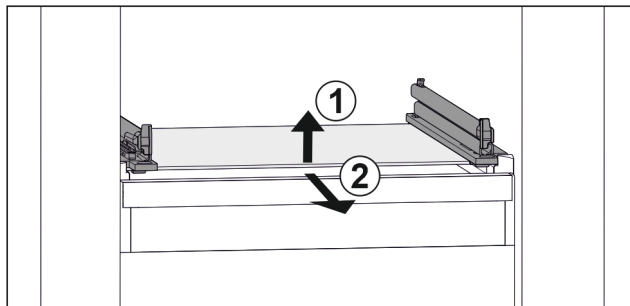

Fig. 39 Примерное отображение стеклянной пластины
- ▶ Приподнимите стеклянную пластину спереди. Fig. 39 (1)
- ▶ Извлеките стеклянную пластину движением вперед. Fig. 39 (2)